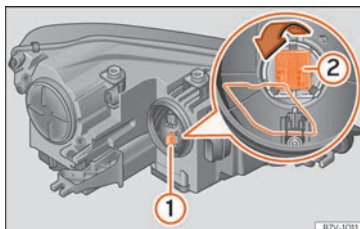

Abb. 65 Blinklichtlampenhalter ① und Abbiegelicht ②.
- Lampenhalter **»» Abb. 65 ①** bis zum Anschlag nach links drehen und mit der Glühlampe nach hinten herausziehen.
- Drahtbügel in Pfeilrichtung kräftig nach unten drücken und Lampenhalter **②** **»» Abb. 65** mit der Glühlampe nach hinten herausziehen.